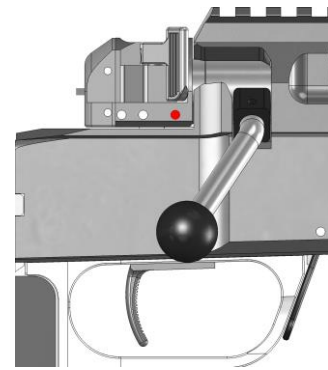

Bild 7
**Sicherung vorne = „Feuer“ (Bild 7)**